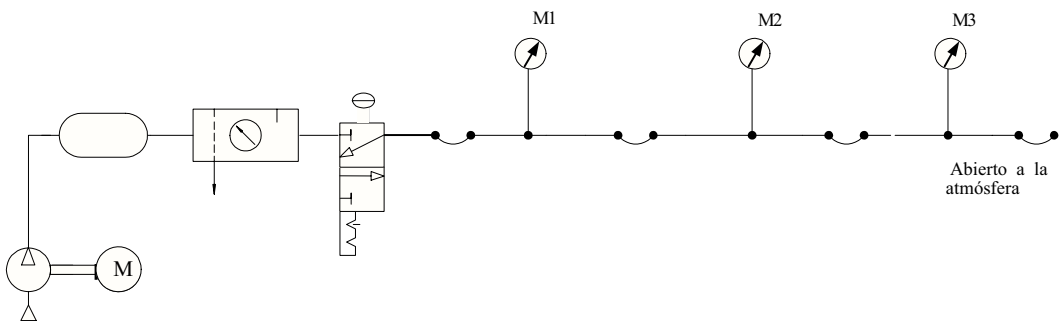

Figura. 2.6. Circuito neumático para comprobar leyes fundamentales.
2. Construir el circuito de la figura 2.6. (observar que se usa simbología simplificada)